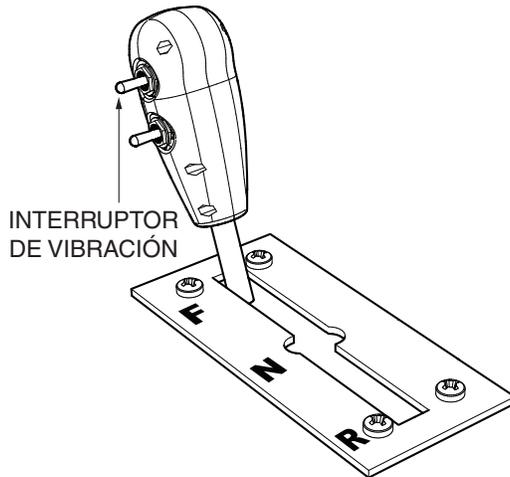

Figura 24. Interruptor de palanca de vibración
1. Para iniciar la vibración, mueva el interruptor ubicado a la derecha de la palanca de desplazamiento, como se muestra en la Figura 24. Esto generará 3.400 lbf. (15,1 kN) de fuerza centrífuga y 4200 vpm (vibraciones por minuto) de frecuencia hacia el tambor delantero.